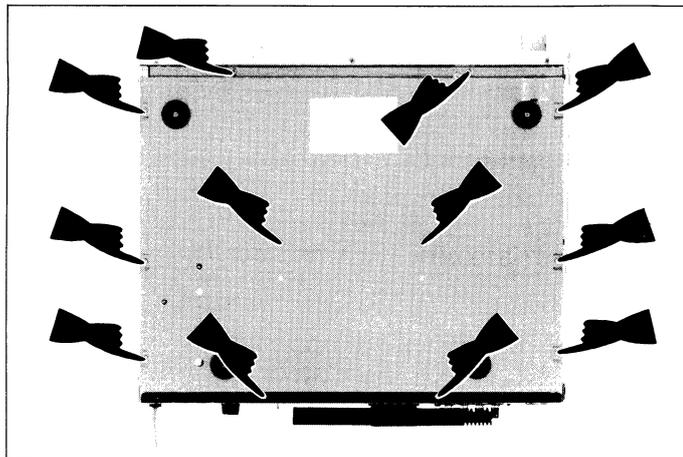

Abbildung 2-2
1. Das Gerät umdrehen und die zwölf Schrauben entfernen, mit denen die Bodenplatte befestigt ist. (Siehe Abbildung 2-2.)